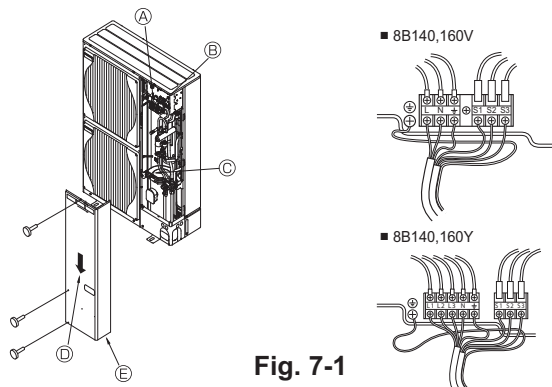

Fig. 7-1
### 7.1. Udendørs enhed (Fig. 7-1)
- ① Afmonter servicepanelet.
- ② Tilslut kablerne ved hjælp af Fig. 7-1.